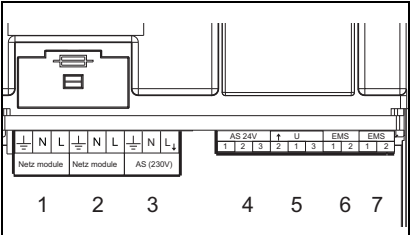
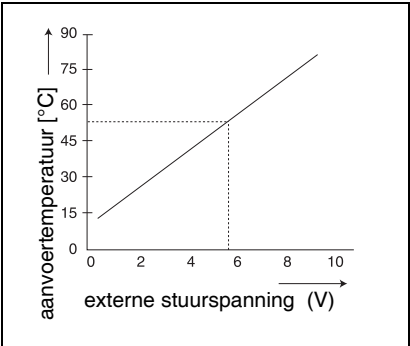

Fig. 2 Aansluitingen
Fig. 3 0 – 10V diagram
Sluit de EMS-aansluiting (fig. 2, pos. 6) van de EM10 met een 2-aderige kabel aan op de -aansluiting van het cv-toestel. **Let op!** Deze aansluiting is polariteitsgevoelig. De EMS-buskabel mag in totaal niet langer dan 100 m zijn.
- a) De AS 24V aansluiting (fig. 2, pos. 4), dit is een potentiaalvrij schakelcontact voor laagspannings-signalen tot 24 V. Dit storingssignaal kan bijvoorbeeld door een gebouwbeheersysteem worden uitgelezen.
- b) De AS 230V aansluiting (fig. 2, pos. 3), hiermee kan bijvoorbeeld een claxon of alarmlamp worden aangestuurd. Bij storing staat op deze aansluiting 230 VAC spanning.
De EM10 kan gebruikt worden als interface tussen het cv-toestel en bijvoorbeeld een gebouwbeheersysteem. Door middel van een 0-10 VDC signaal (fig. 2, pos. 5) kan worden gestuurd op aanvoertemperatuur of vermogen (fig. 3).
Deze regeling wordt geactiveerd door een doorverbinding te maken tussen pin 1 en 3 op deze aansluiting. Zie fig. 2, pos. 5 en aansluitschema op pag. 7. De EM10 vertaalt het 0-10 V signaal naar een vermogenssetpoint. Dit verband is lineair, zie tabel 2.
- Sluit de 230 VAC netaansluiting aan (fig. 2, pos. 1 en fig. 4, pos. 1).